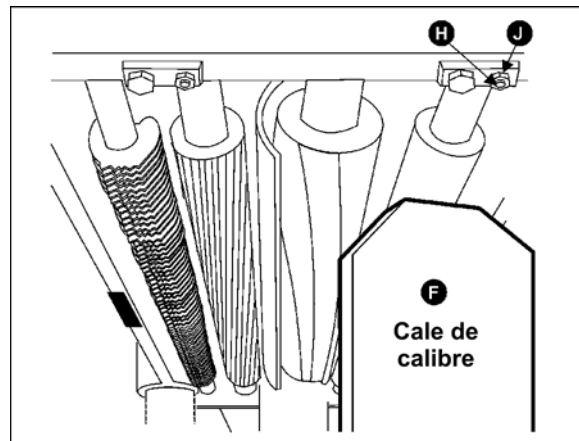

Figure 27
5. Retirez le calibre d'épaisseur et placez la cale du calibre (F, Figure 27) sous l'une des extrémités du rouleau de sortie. La partie inférieure du rouleau de sortie doit juste effleurer le sommet de la cale du calibre. S'il est nécessaire de régler le rouleau de sortie, desserrez le contre-écrou (J, Figure 27) et tournez la vis (H, Figure 27) jusqu'à ce que le rouleau de sortie touche la cale du calibre. Serrez ensuite le contre-écrou (J, Figure 27).